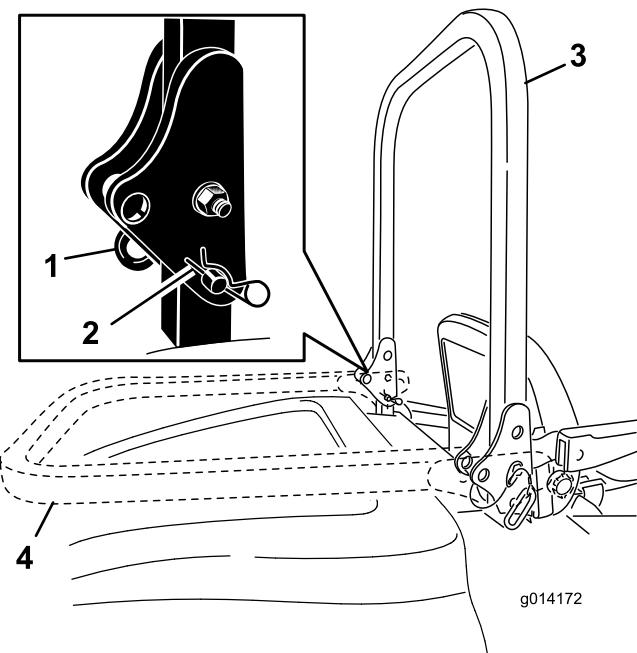

図 8
1. ROPS を下げるには、バーを前方に押して固定ピンに掛かっている力をゆるめた状態で、左右の固定ピンを抜き取る(図 8)。
2. バーを降ろす(図 8)。
3. ピンとヘアピンコッターで固定する(図 8)。
4. ROPS を立てるには、機体の左右でヘアピンコッターを抜き、ピンを外す(図 8)。
5. ROPS をまっすぐに立ててピンで固定し、ヘアピンコッターでロックする(図 8)。